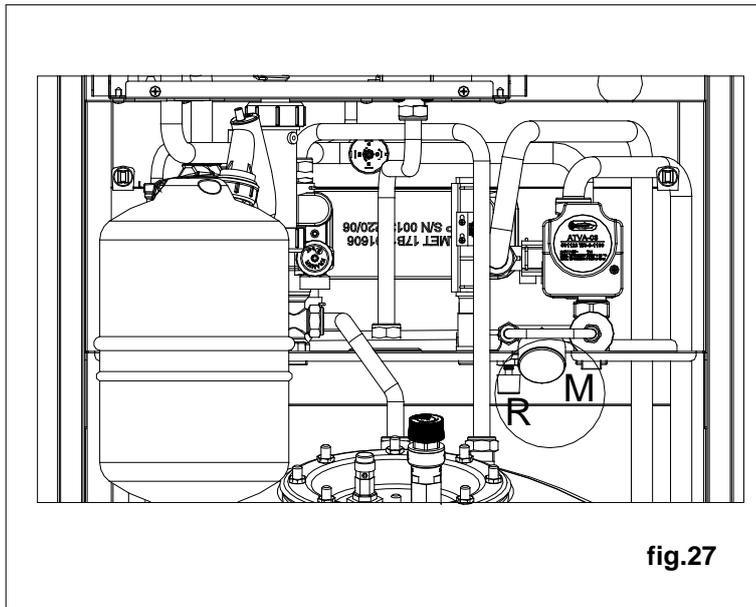

fig.27
Contrôler la pression de l'eau sur le manomètre **M** (fig.27) placé sur la partie inférieure de la chaudière ; il ne doit pas descendre en dessous de 1 bar.
- Contrôler la pression d'eau dans l'installation du chauffage et vérifier que la pression indiquée sur le manomètre **M** (fig. 27), se trouvant dans le bas de la chaudière, ne soit pas inférieure à 1 bar.